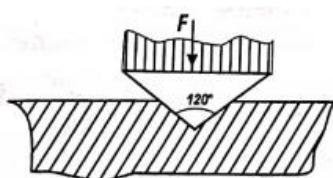

Fig. 4.2 Determinarea durității prin metoda Rockwell
**Metoda Rockwell** este asemănătoare metodei Vickers, cu deosebirea că pentru penetrarea probei este utilizat un vârf de diamant de formă piramidală, cu un unghiul la vârf de  $120^\circ$  (Fig. 4.2). La această metodă, sarcina de apăsare este de 150 daN (duritate HRC) sau de 60 daN (duritate HRA).